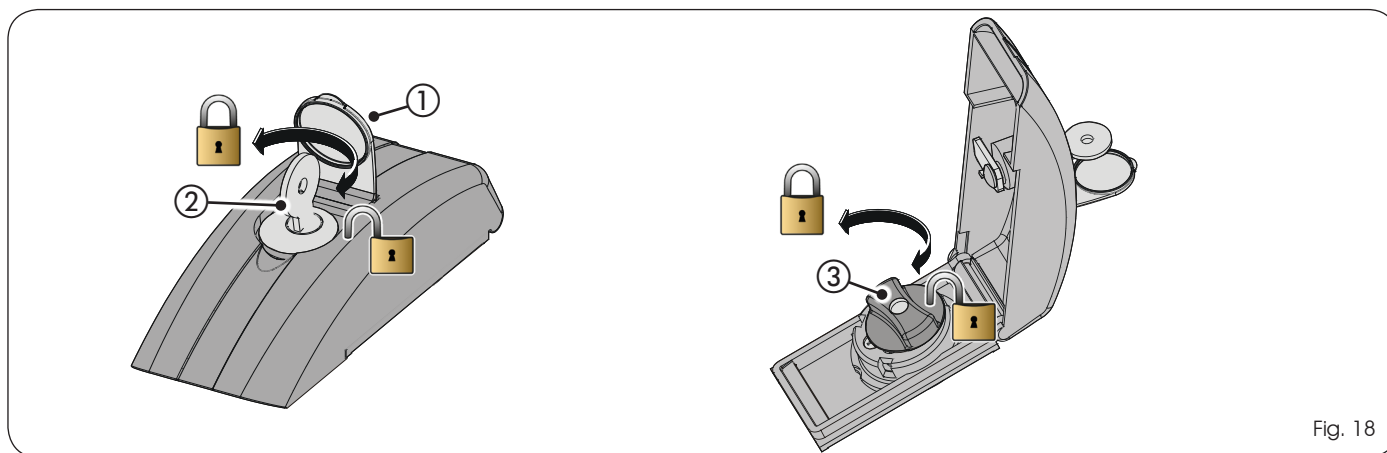

Fig. 18
- 1) Levante la tapa de protección (Fig. 18, ref. ①) e introduzca la llave específica suministrada en la cerradura (Fig. 18, ref. ②).
- 3) Gire la rueda de desbloqueo (Fig. 18, ref. ③), hacia la izquierda, hasta el bloque.